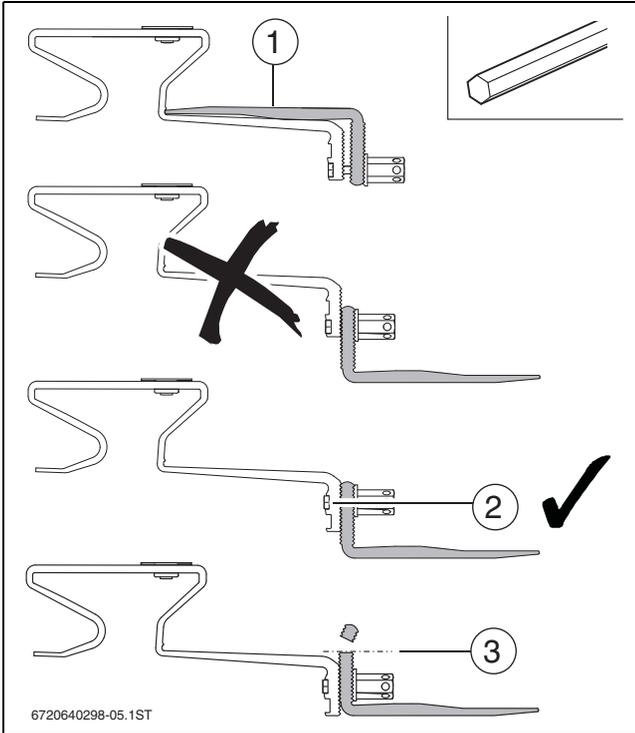

Fig. 26
- ▶ Cuando la fuerza del listón del tejado y las tejas superen conjuntamente los 70 mm, utilizar ganchos de tejado como anclaje de cabrio (→ fig. 26).